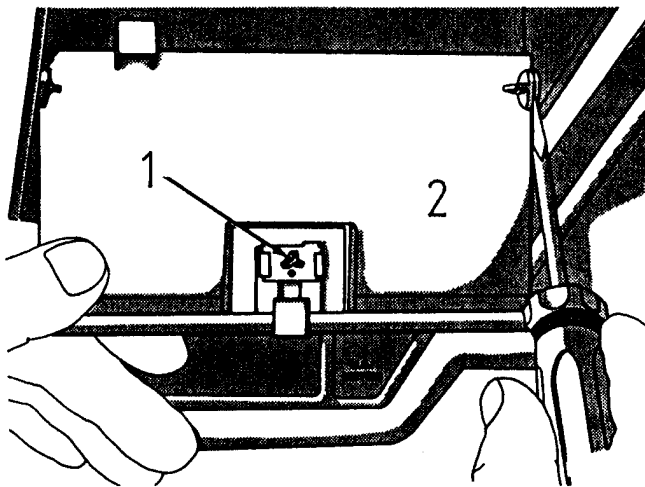

Bild 6 - Entfernen Sie die Garagentor-Fernbedienungs-Ablagefach-Tür
- (1) Öffnen Sie die Garagentor-Fernbedienungs-Ablagefach-Tür.
- (2) Vergrößern Sie den Abstand zwischen Wand und Tür des Fachs, indem Sie einen Zierstift in die Lücke einsetzen und leicht drehen (Bild 6).
- (3) Lösen Sie den Gelenkbolzen aus der Öffnung.
- (4) Kippen Sie die Tür aus der Öffnung und entfernen Sie.
- (5) Kehren Sie dieses Verfahren um, um zu installieren.